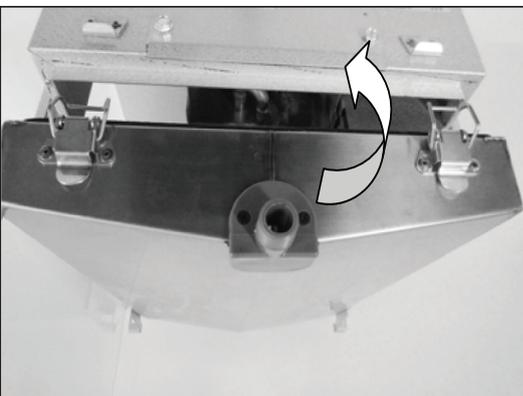

Рис. 8
- 6) установите поддон на место (рис. 8);